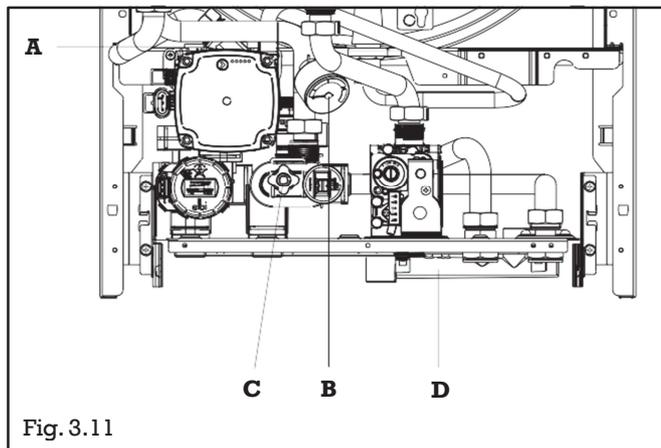

Fig. 3.11
- Svitare il rubinetto di riempimento della caldaia (**C**), l'acqua si smaltirà tramite il collettore condensati (**D**) (fig. 3.11)